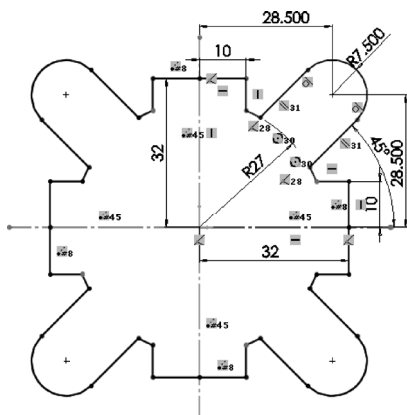

图 2-12 阵列草图实体
**08** 阵列草图实体。单击“草图”控制面板中的“圆周草图阵列”按钮, 选择草图实体进行阵列, 阵列数目为 4, 阵列草图实体如图 2-12 所示。